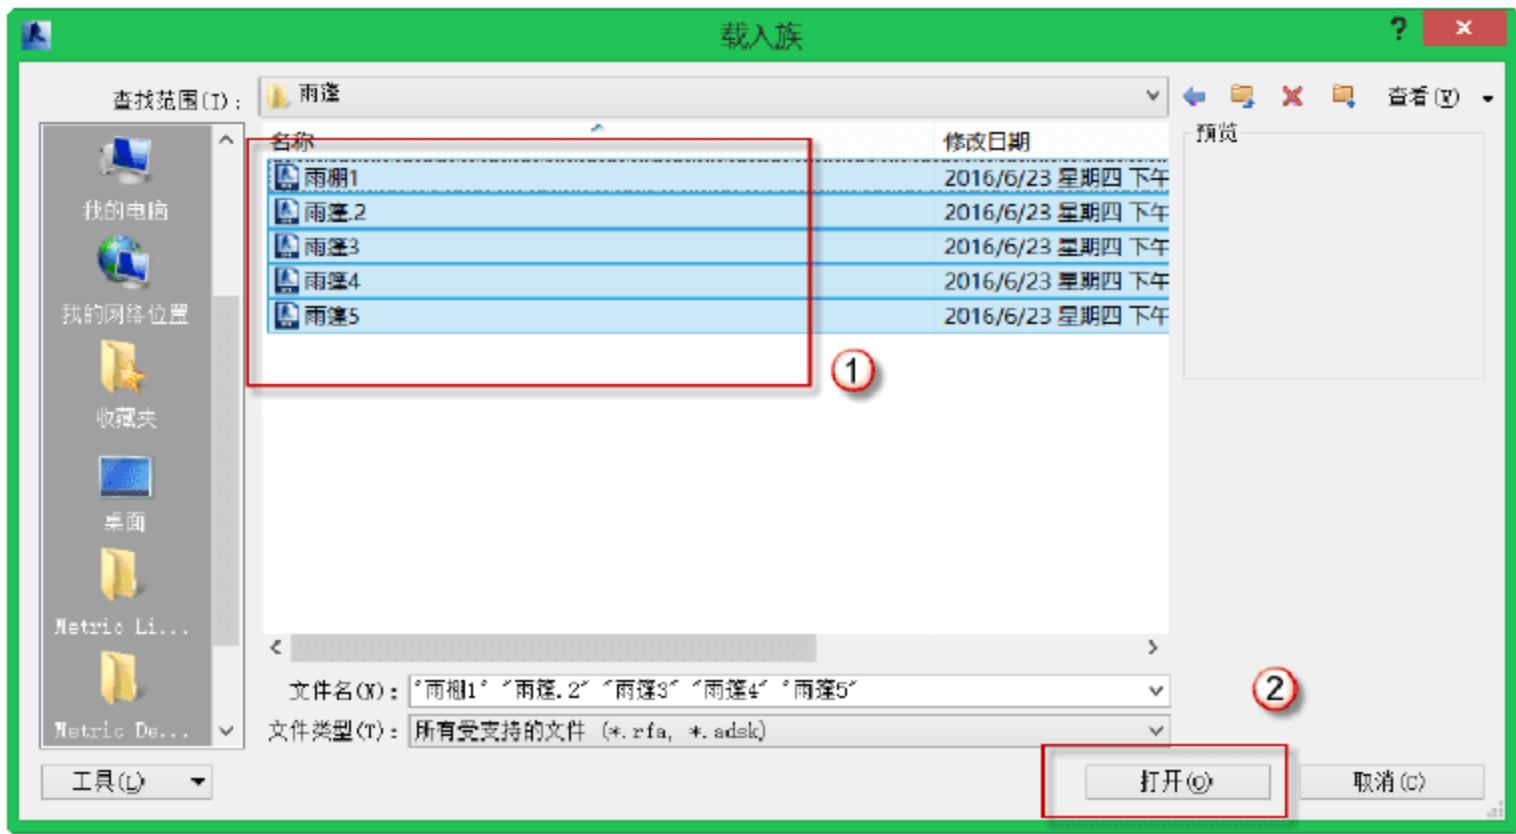

图 10.5.39 载入雨蓬族 1
(1) 载入雨蓬族。选择“插入”→“载入族”命令，在弹出的对话框中找到对应的“雨蓬族”文件位置，选中“雨蓬”文件夹，单击“打开”按钮，如图 10.5.39 所示。